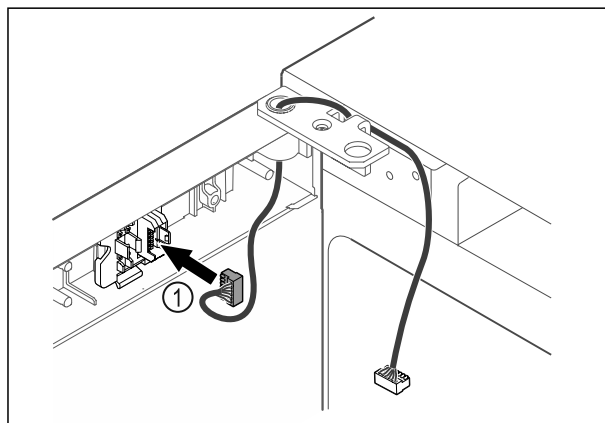

Fig. 44
- ▶ Wtyczkę Fig. 44 (1) należy włożyć w uchwyt wtyczki.